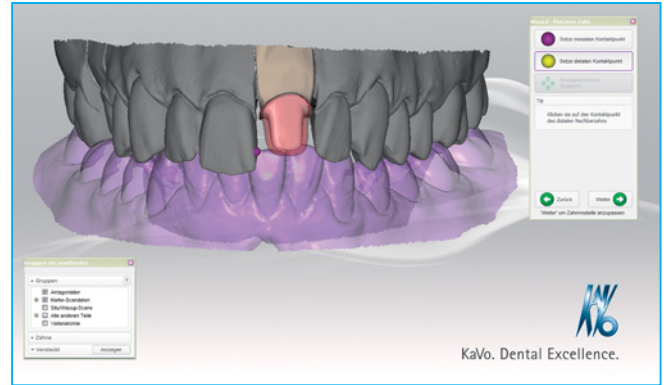

Abb. 6: Kontaktpunkt
14.29 Uhr: Mesialer und distaler Kontaktpunkt (Abb. 6) werden gesetzt.